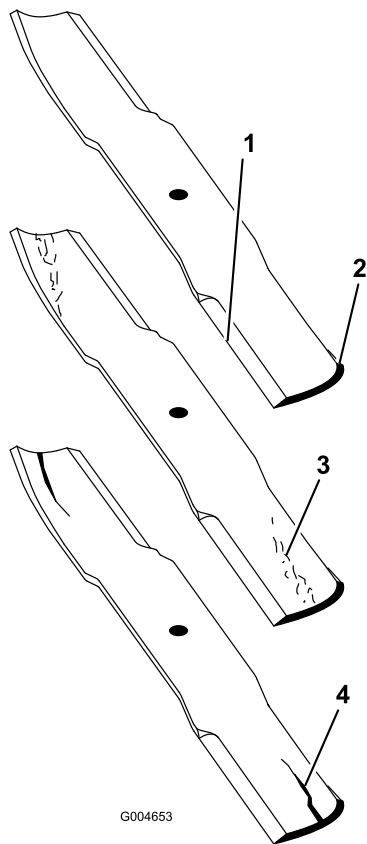

Figura 92
2. Verificate accuratamente i taglienti, con particolare attenzione ai punti d'incontro delle sezioni piatta e curva della lama (Figura 92). Sabbia e materiali abrasivi possono consumare il metallo che connette le sezioni piatta e curva della lama, per cui si consiglia di controllare la lama prima di usare il tosaerba. Se riscontrate segni di usura (Figura 92), sostituite la lama.
Se continuate ad usare la lama usurata, si forma una scanalatura tra la costa e la sezione piatta della lama (Figura 92). Alla fine, un pezzo di lama può staccarsi e venire lanciato dal sottoscocca, con il rischio di ferire gravemente voi o gli astanti.